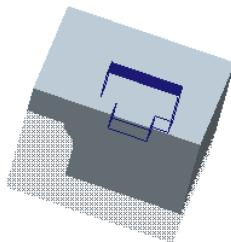
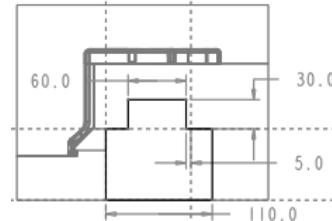

图 26.24 拉伸特征
图 26.25 截面草图
Step2. 创建图 26.24 所示的“切除”拉伸特征。
(1) 单击 **模具** 功能选项卡 **形状** ▾ 区域中的 按钮，此时系统弹出“拉伸”操控板，将“去除材料”按钮 按下。
(2) 定义草绘截面放置属性。在绘图区中右击，选择快捷菜单中 **定义内部草绘…** 命令。系统弹出“草绘”对话框，然后选择 MOLD_FRONT 基准平面作为草绘平面，草绘平面的参考平面为 MOLD_RIGHT 基准平面，方位为 **右**，单击 **草绘** 按钮，系统进入截面草绘环境。
(3) 进入截面草绘环境后，选取 MOLD_RIGHT 基准平面和坯料边线为草绘参考，然后绘制图 26.25 所示的截面草图，完成截面草图的绘制后，单击“草绘”操控板中的“确定”按钮 。
(4) 选取深度类型并输入深度值。在操控板中选取深度类型 ，再在深度文本框中输入深度值 25.0，并按回车键。
(5) 在“拉伸”操控板中单击 按钮，完成特征的创建。